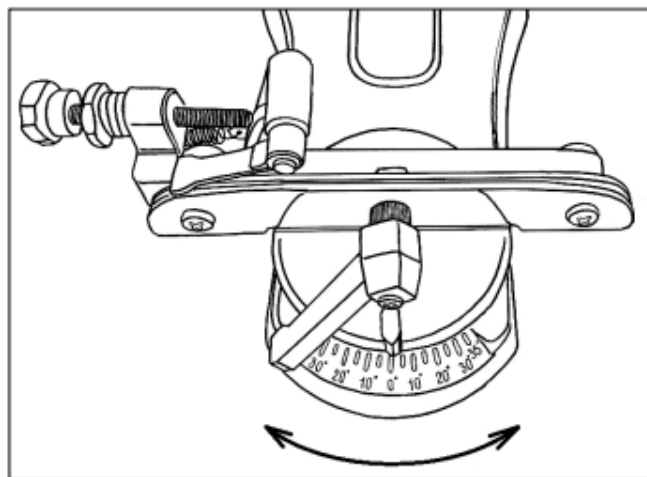

Рис.5 Выбор угла заточки
- Выберите необходимый угол заточки от 0° до 35° в зависимости от типа цепи и поверните рабочий стол, ослабив крепежную гайку, на соответствующий угол по шкале (рис.5) и затяните гайку. В большинстве случаев, цепи имеют угол заточки 25° – 30° .